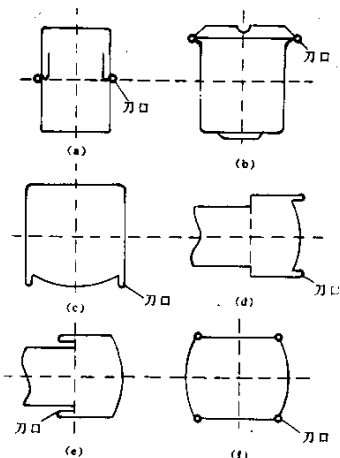
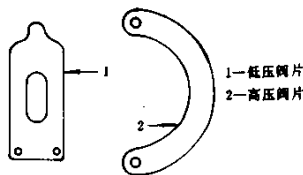

图 2-4-15 封闭式压缩机外壳刀口位置
图 2-4-16 压缩机阀片图
(1) 从充气管放出全部制冷剂。用气焊切下高压排气管和低压吸气管。
(2) 选择适当刀口对压缩机开壳。图 2-4-15 是几种封闭式压缩机外壳刀口位置,可供参考。图 2-4-15 (a) 用钢锯锯深 3mm; 图 2-4-15 (b) 只能用车床或锉刀锉开; 图 2-4-15 (c)、(d)、(e) 可用钢锯锯开; 图 2-4-15 (f) 需锯掉两端 (或一侧也可以)。
(3) 倒出压缩机内润滑油,测量油量,并作好记录,以便重新合理装油。
(4) 打开压缩机气缸盖,取出高、低压阀片(如图 2-4-16 所示)。并将其余部分浸油防锈。